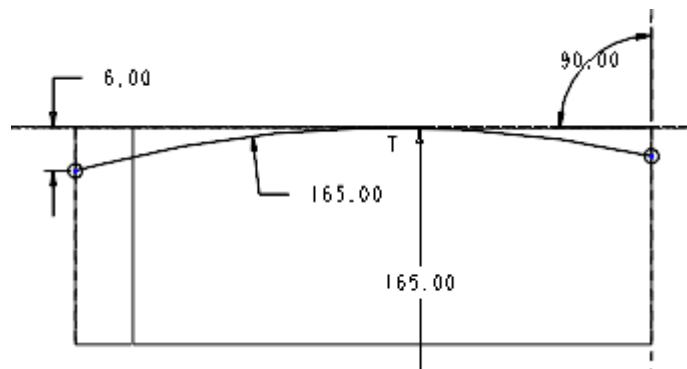

图 42-6
(3) 选择 TOP 基准面为草绘平面，绘制一条水平中心线和一段圆弧作为轮廓线，如图 42-6 所示。